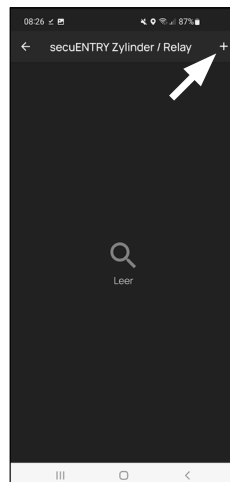

Fig. 2
- 2 L'application montre une liste des cylindres déjà enregistrés. Celle-ci est vide lors de la première configuration. Pour configurer un nouveau cylindre, appuyez sur « + » en haut à droite (Fig. 2).